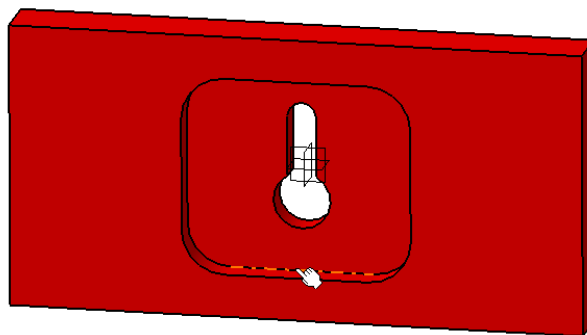

Рис. 123
9) Тепер необхідно вказати опорний елемент для початку координат. Для цього переконайтесь, що вибрано поле **"Reference"** ("Опорний елемент"), і вибрати горизонтальну кромку **"Pocket.1"**, як показано на малюнку (Рис. 123).